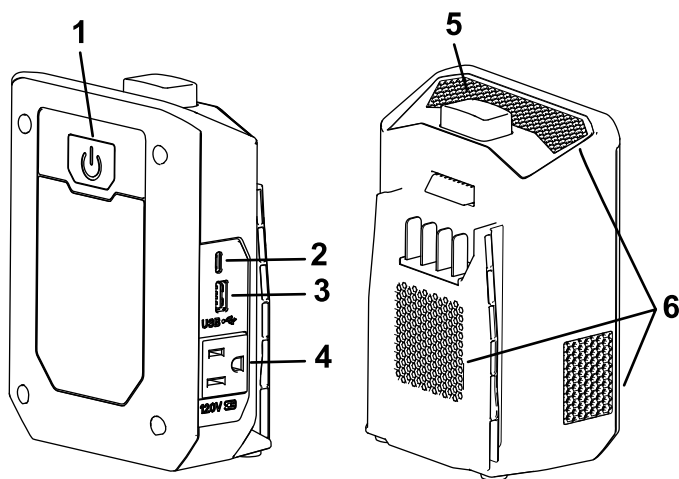

Figura 3
2. Presione el botón de encendido en la parte trasera del inversor para encenderlo; la luz LED se enciende en color verde fijo (Figura 3).